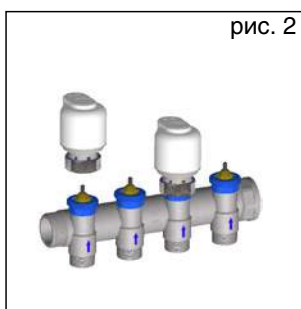

рис. 2
- Для установки головки на коллектор нужно снять рукоятку и завинтить кольцо прямо на голубой адаптер (Рис. 2)